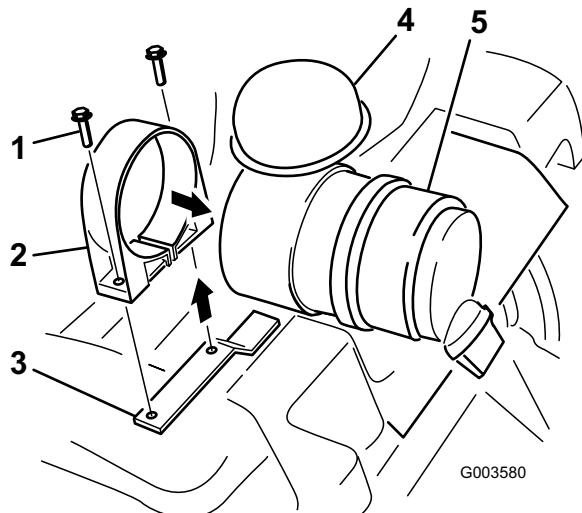

Figura 2
- Abra la brida del limpiador de aire y pásela por encima del extremo del cartucho, donde se retiró el filtro (Figura 2).